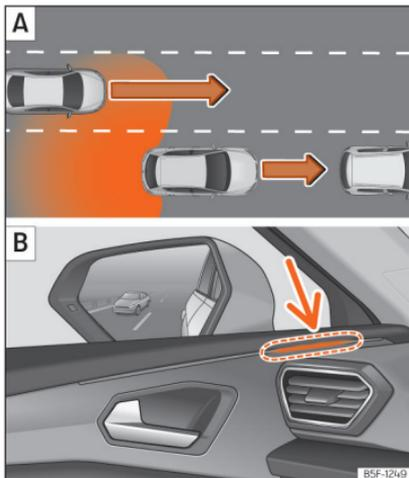

Abb. 191 Schematische Darstellung: **A** Überholvorgang mit Verkehr im hinteren Bereich, **B** Anzeige des Spurwechselassistenten an der Kontrollleuchte links.
In nachfolgenden Situation wird die Anzeige in der Kontrollleuchte »» **Abb. 191 B** (Pfeil) oder »» **Abb. 192 B** (Pfeil) dargestellt:
- Bei einer Überholung durch ein anderes Fahrzeug »» **Abb. 191 A**.